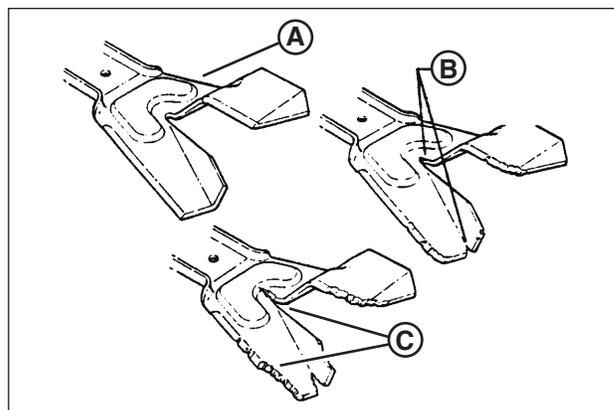

Figure 19: Limites d'usure de lame Ninja
1. Inspectez régulièrement la lame (**Figure 19**) pour déceler d'éventuels signes d'usure excessive ou des dommages :
- (A) Lame neuve
- (B) Limite d'usure (des encoches et des fissures apparaissent sur la pointe)
- (C) Conditions dangereuses! Ne pas utiliser sur la tondeuse! Remplacez par une lame neuve.